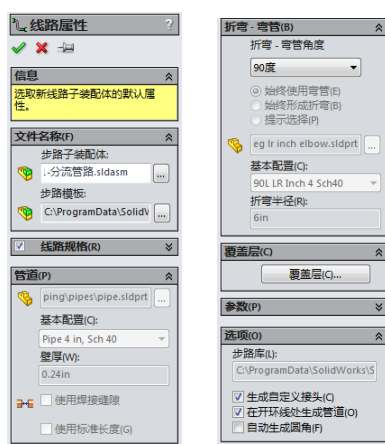
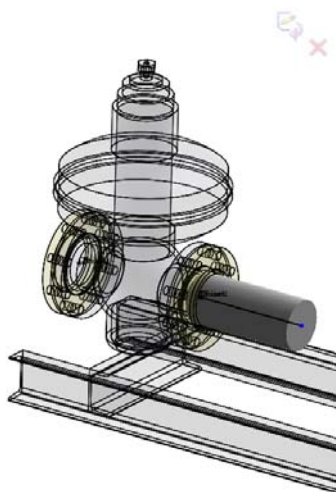

图 18-85 “线路属性”属性管理器
图 18-86 放置法兰
⑤ 系统弹出如图 18-85 所示的“线路属性”属性管理器。在属性管理器中可以指定要使用哪个管道或管筒零件和指定是否使用弯管或折弯, 在这里采用默认的设置, 单击 “确定” 按钮。在绘图区域中一个 3D 草图在新的线路子装配体中打开, 如图 18-86 所示, 并且有一管道的端头从刚放置的法兰延伸出现。